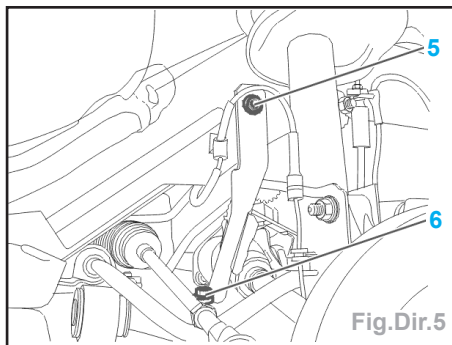

Fig.Dir.5
- Déposer la vis (5) (Fig.Dir.5).
- Desserrer la vis (6) du tirant arrière droit.